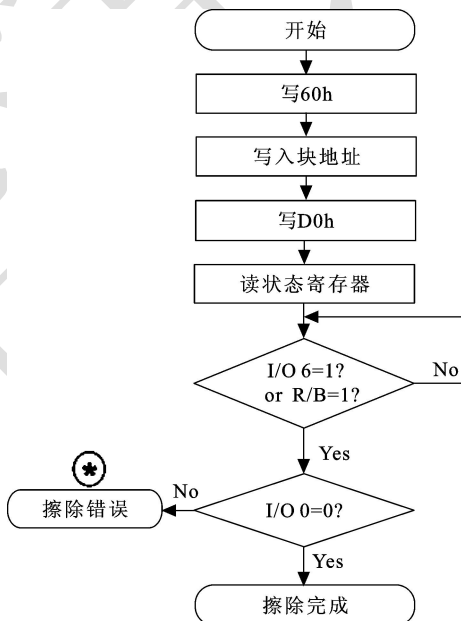

图 14-8 K9F2G080U 擦除操作流程
图 14-8 所示为擦除 K9F2G080U 一个块的操作过程。擦除的操作过程为：①发送擦除指令“0x60”；②发送第 1 个 cycle 地址；③发送第 2 个 cycle 地址；④发送第 3 个 cycle 地址；⑤发送擦除指令“0xD0”；⑥发送查询状态命令字“0x70”；⑦读取 K9F2G080U 的数据总线，判断 I/O 0 上的值或判断 R/B 线上的值，直到 I/O 6 = 1 或 R/B = 1；⑧判断 I/O 0 是否为 0，从而确定操作是否成功。0 表示成功，1 表示失败。